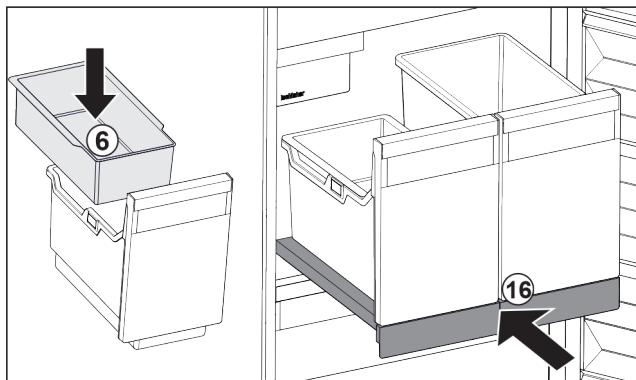

Fig. 87
- Umetnite ovjesnu posudu Fig. 87 (6) za kockice leda.
- Gurnite izvlačnu ploču sa spremnikom (IceTower). Fig. 87 (16)